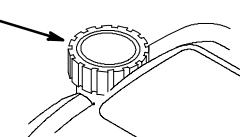

Figure 7
- 9.** Nettoyer tout autour du bouchon du réservoir d'essence (Fig. 7).